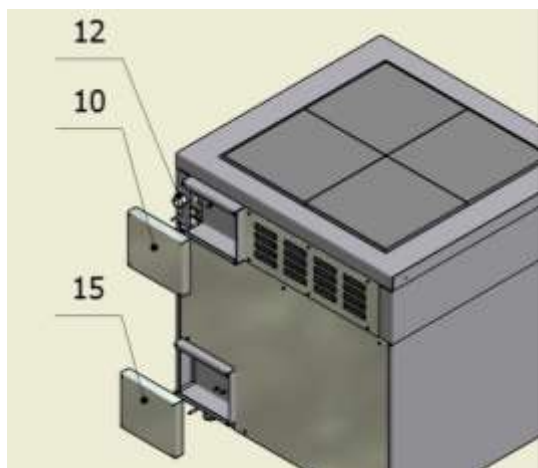

Рисунок 5
- 7.2. Снять крышки 10 (плиты) и 15 (духовки или духовки с конвекцией) (рис.5) коробок клеммника. Через кабельный зажим на задней стенке подключить электропитание к плите и духовке (духовке с конвекцией) к клеммнику установки согласно эл. схемам см. приложение 1.